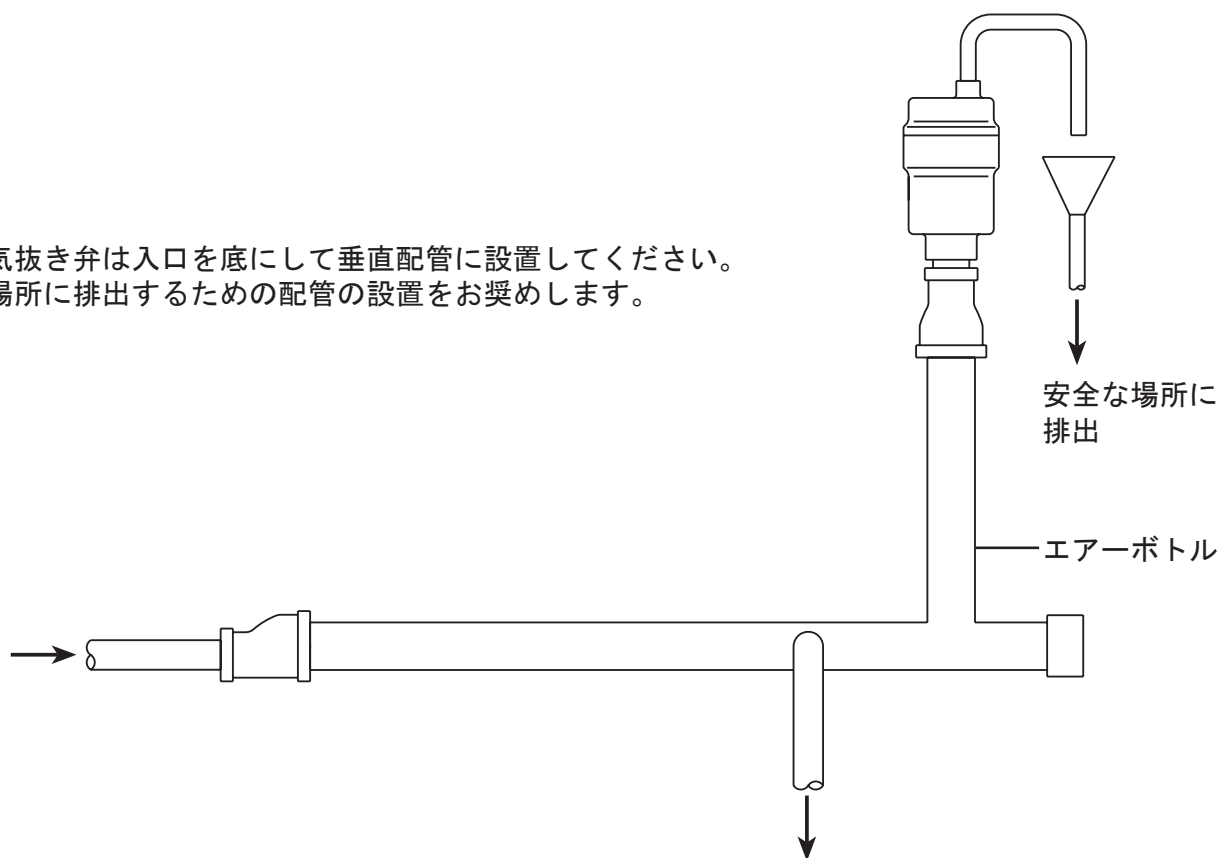

図2. 代表的な設置例
- 3.4 自動空気抜き弁は、入口を底にして、垂直の配管に設置してください。安全な場所に排出するために、ドリップ配管の設置をお奨めします。この設置用に入口に8A Rp または NPTの雄ねじが切っております。代表的な設置例は図2をご覧ください。